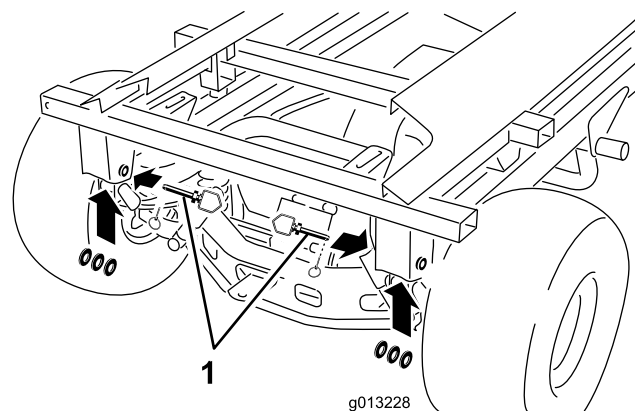

Figura 43
10. Rimuovete gli acciarini posteriori, i perni di traino e le rondelle (Figura 43).